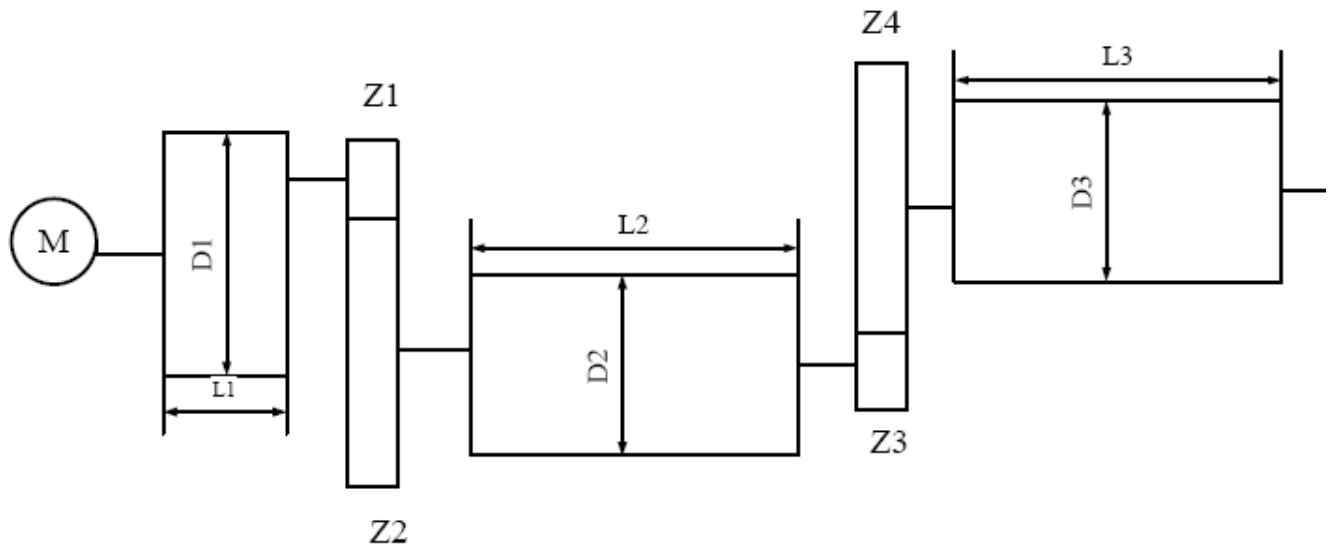

Рисунок 4 - Конструкція механізму переміщення
2. Визначити приведені до валу двигуна статичний момент M і момент інерції J механізму переміщення (рис. 4).